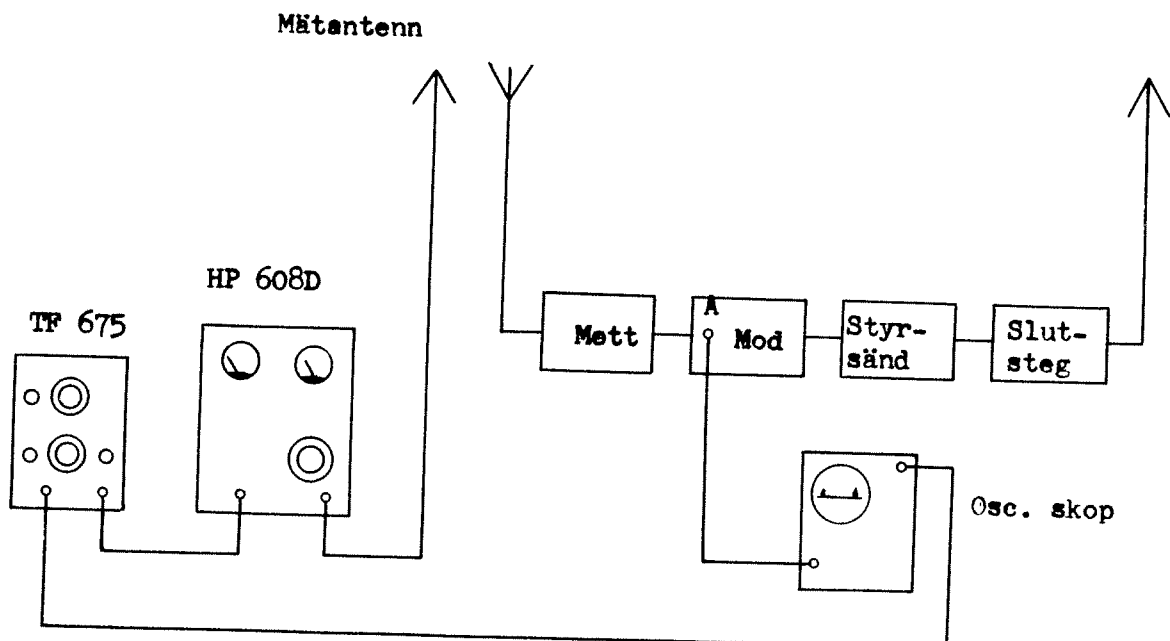

Bild 11
82. Koppla upp instrumenten enligt bild 11.